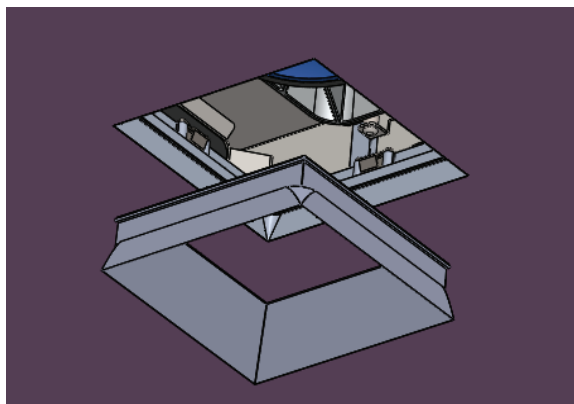

fig. 11
- a. Enfoncez l'habillage sans bride dans son support (voir la fig. 11).